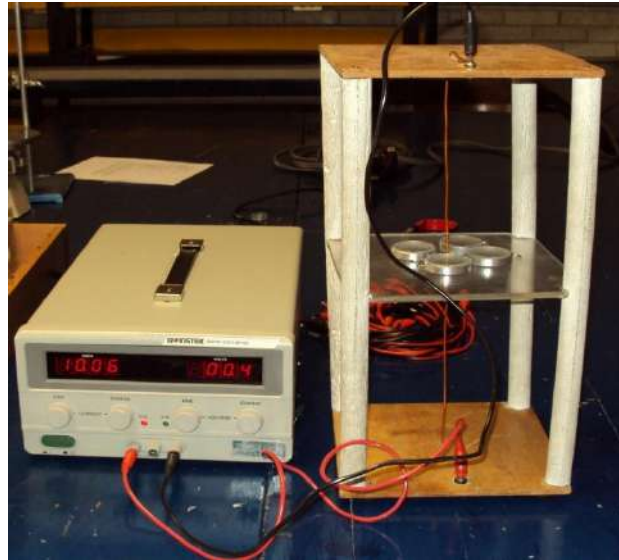

Figura 7.3 Dispositivo de Oersted
- d) Utilizando el dispositivo de Oersted, coloque cuatro brújulas en la base de acrílico alrededor del hilo conductor en un radio de aproximadamente 3 cm, como se muestra en la figura 7.3 (Cerciórese que todas las brújulas señalen en dirección del norte geográfico).